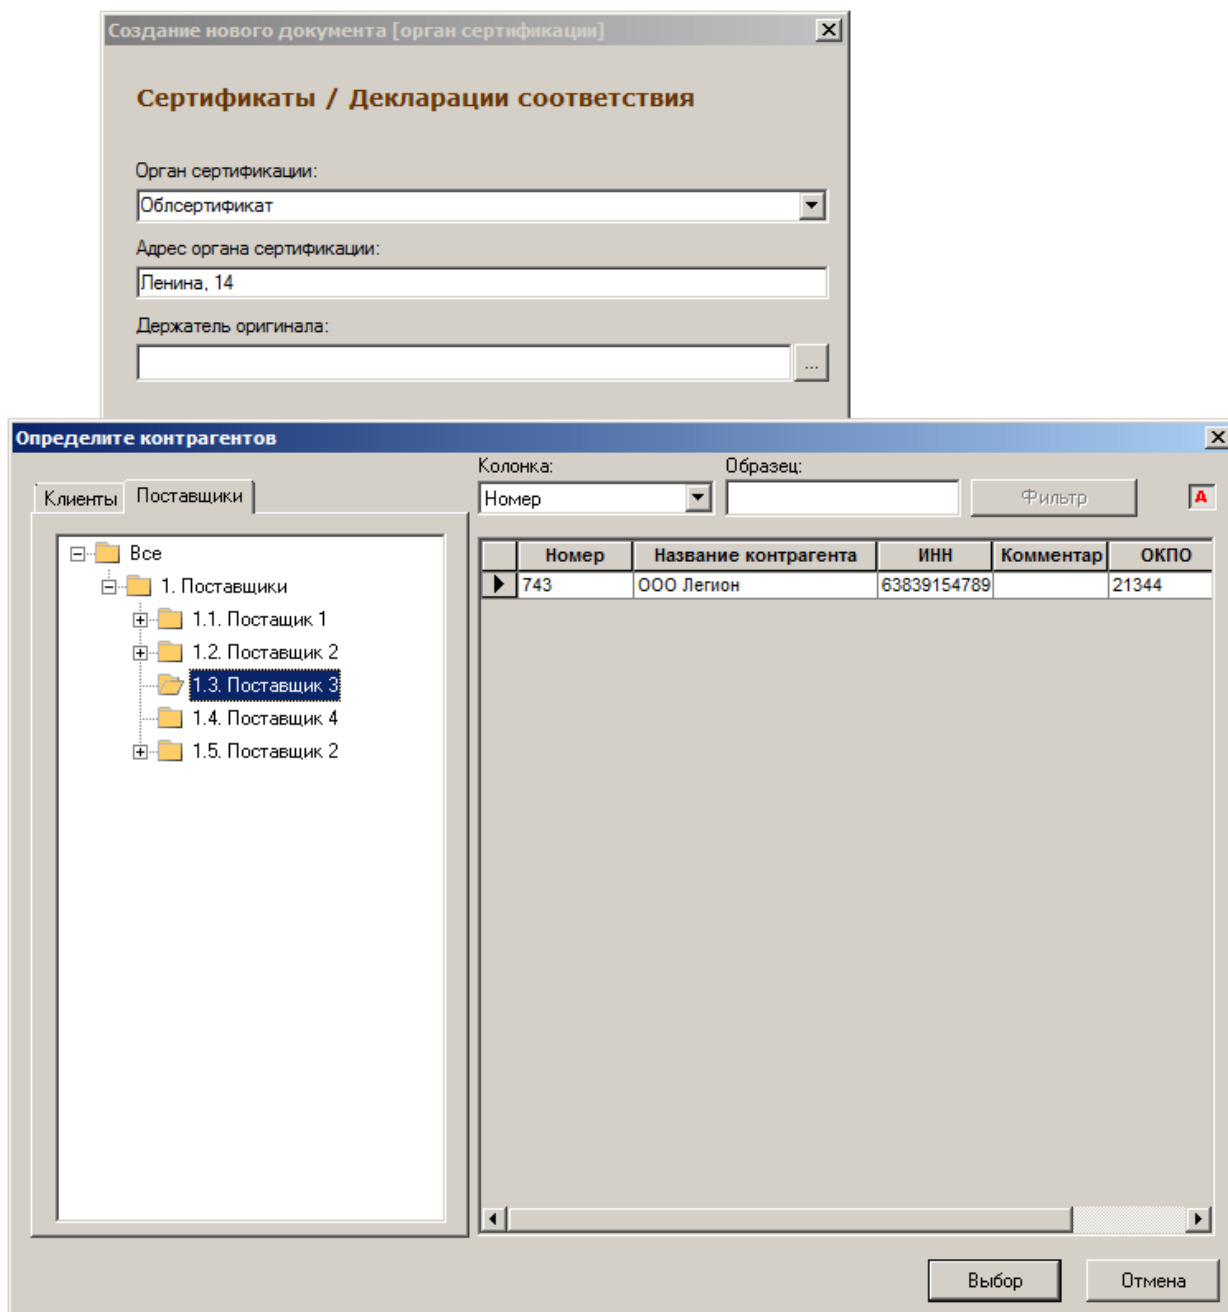

Рисунок 118 – Создание сертификата (5)
6. Указать орган сертификации (ввести или выбрать из списка), ввести адрес органа сертификации, ввести название держателя оригинала или выбрать из справочника контрагентов (Рисунок 118):